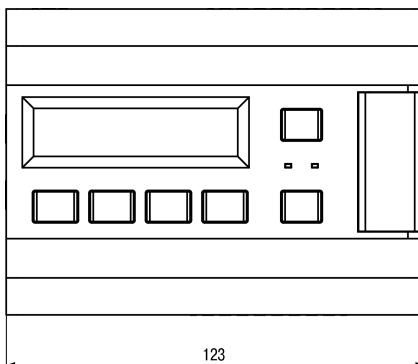

Рисунок 6.1 – Габаритный чертеж прибора
- Подготовить на DIN-рейке место для установки прибора в соответствии с размерами прибора (см. рисунок 6.1).